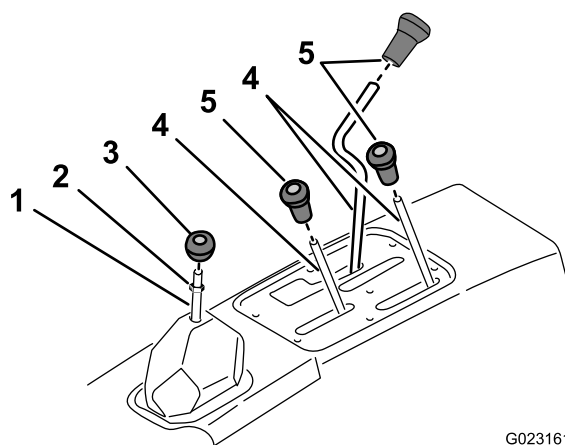

図 2
1. コンソールについている各種レバーおよびギアシフト・レバーについているノブを全部外す 図 2
2. ギアシフトレバーからジャムナットを外す 図 2。